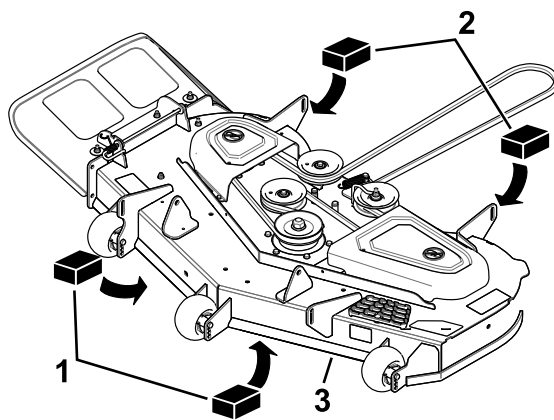

Figure 73
3. Placez 2 cales de 6,6 cm d'épaisseur chacune sous chaque côté du bord avant du plateau de coupe, mais pas sous les supports des galets anti-scalp (Figure 73).
4. Placez deux cales de 7,3 cm d'épaisseur chacune sous le bord arrière de la jupe du plateau de coupe, une de chaque côté (Figure 73).